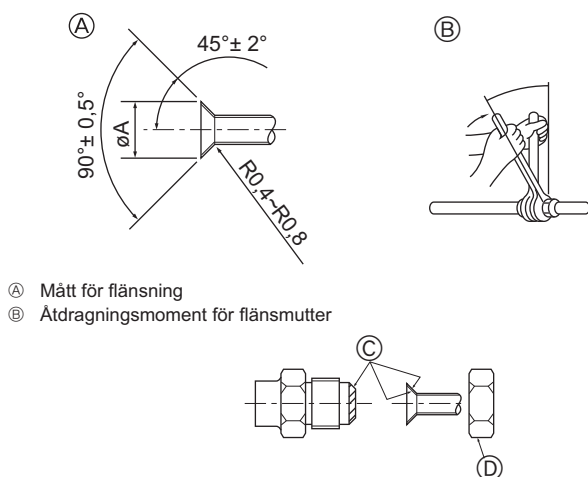

Fig. 5-6
(A) (Fig. 5-6)
(B) (Fig. 5-6)
- ① Anslut en mätlockventil (med tryckmätare) till serviceöppningen i närheten av gasstoppventilen på utomhusenheten så att köldmedelstrycket kan mätas.
- ② Slå på strömmen (överspänningsskydd).
- ③ Stäng vätskans stoppventil och utför sedan testkörning för nedkylning (SW4-1: PÅ och SW4-2: AV).
- ④ Stäng gasstoppventilen helt när det avlästa trycket på mätaren sjunker till 0,05 - 0,00 MPa* (ca. 0,5 - 0,0 kgf/cm²).
- ⑤ Stoppa luftkonditioneringens drift (SW4-1: AV och SW4-2: AV).
- ⑥ Stäng av strömmen (överspänningsskydd).
5.5. Anslutningsrör (Fig. 5-6)
- Stryk på ett tunt lager av frysmaskinolja på röret och fogens tätningsyta innan den flänsade muttern dras åt. (A)
- Använd två skruvnycklar för att dra åt röranslutningarna. (B)
- Sätt på köldmedelsolja på flänsens hela yta. (C)
- Använd flänsmuttrarna på följande sätt. (D)